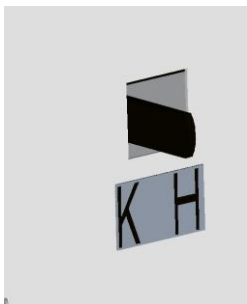

Fig 3
Réglez ensuite la prise d'air primaire (voir fig. 3)
- ouvrir la prise d'air primaire (voir fig. 3.)